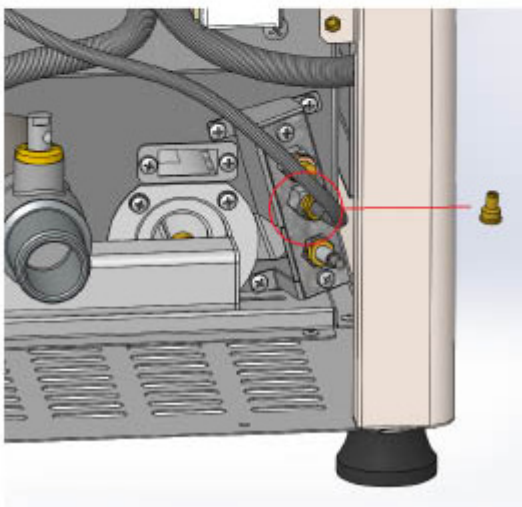

Fig. 2
- 2) Schrauben Sie den Zuleitungsschlauch des Zündbrenners mit einem Schraubenschlüssel der Größe 10 ab (Abb. 2).